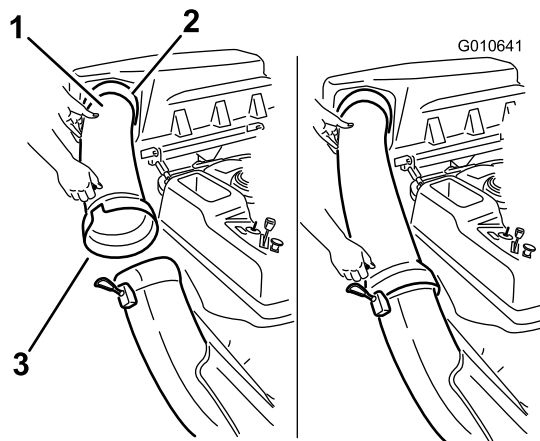

Figura 23
1. Introduzca el extremo curvo del tubo de descarga en el orificio de la tapa del ensacador (Figura 23).
2. Coloque el extremo abocinado del tubo de descarga sobre el extremo del conducto. Enganche la correa de goma del conducto alrededor de la clavija del tubo de descarga (Figura 23).